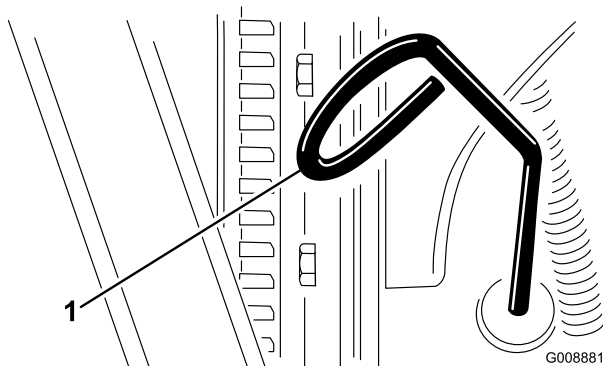

図 19
2. ディップスティック（図 19）を抜き、ウェスで一度きれいに拭く。